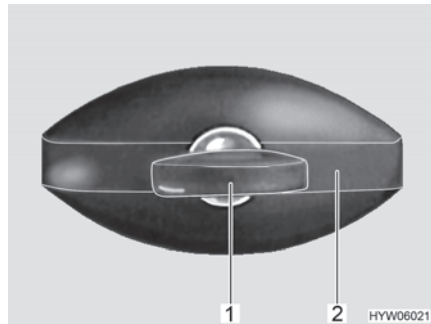

Bild 33 Lucklås (ellipsformat, låst)
- Stick in nyckeln i låscylindern (Bild 33,1) och vrid ett kvarts varv moturs. Låshandtaget (Bild 33,2) frigörs.